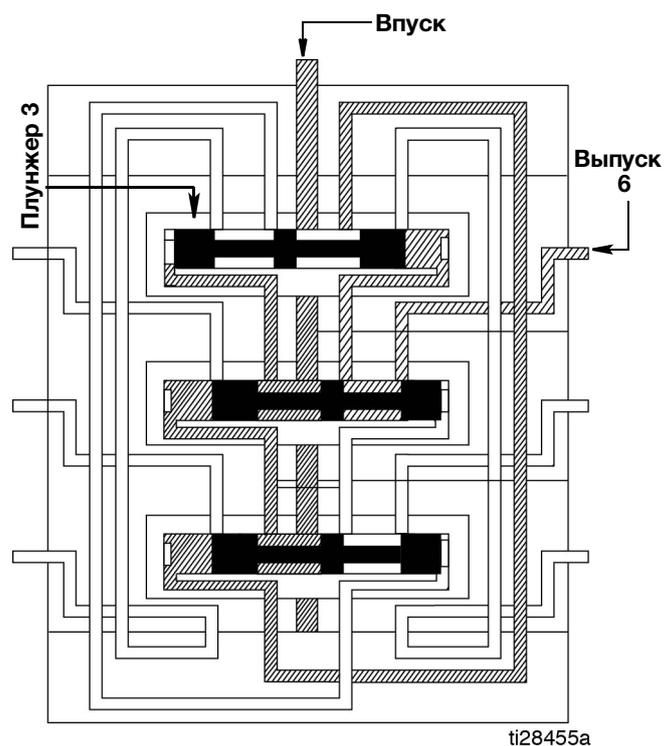

Рис. 12
2. Плунжер 3 открывается и производит подачу смазочного материала в выпускное отверстие 6 (Рис. 12).